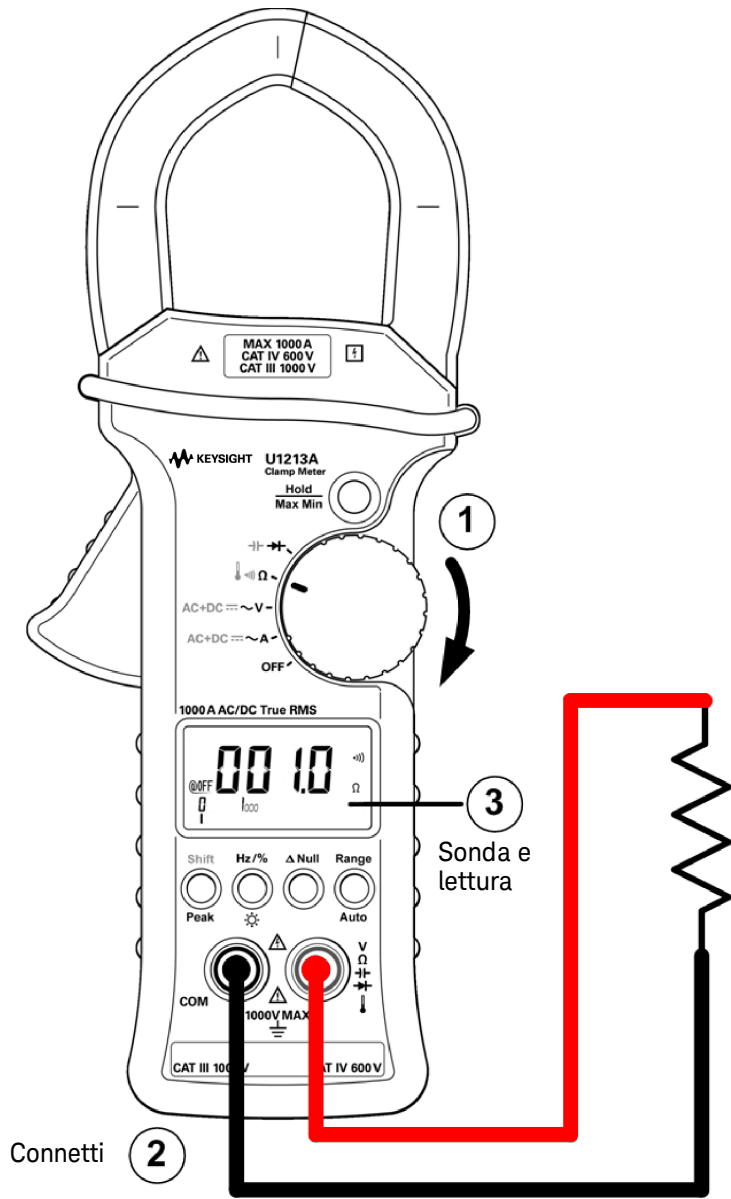

Figura 2-4 Test di continuità
- 4 Per eseguire il test di continuità, premere **Shift** una volta (vedere Figura 2-4 a pagina 42). Un segnale acustico indicherà che la resistenza è inferiore a 10,0 Ω .